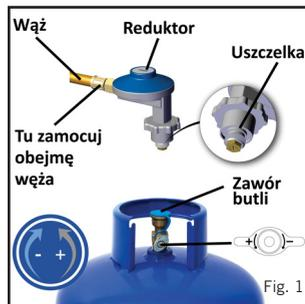

Fig. 1
- Przewód gazowy oraz uszczelkę reduktora należy sprawdzić pod kątem zużycia lub uszkodzeń przed każdym użyciem oraz przed podłączeniem do butli (zob. Rys.1).
- Kontrolę tę należy przeprowadzać przy każdym podłączaniu butli z gazem do urządzenia (zob. Rys. 1).